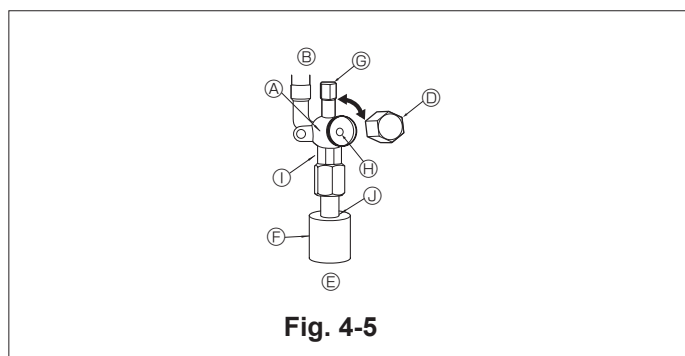

Fig. 4-5
4.5. Comment ouvrir la vanne d'arrêt (Fig. 4-5)
- ① Retirez le bouchon, et tournez la tige de soupape à fond dans le sens antihoraire avec une clé hexagonale de 4 mm, 5/32 inch. Arrêtez de tourner quand elle frappe la retenue. (ø6,35, 1/4 inch: env. 4,5 tours) (ø9,52, 3/8 inch: env. 10 tours)
- ② Vérifier que la vanne d'arrêt est complètement ouverte, appuyer sur la poignée et tourner le capuchon pour le ramener sur sa position d'origine.